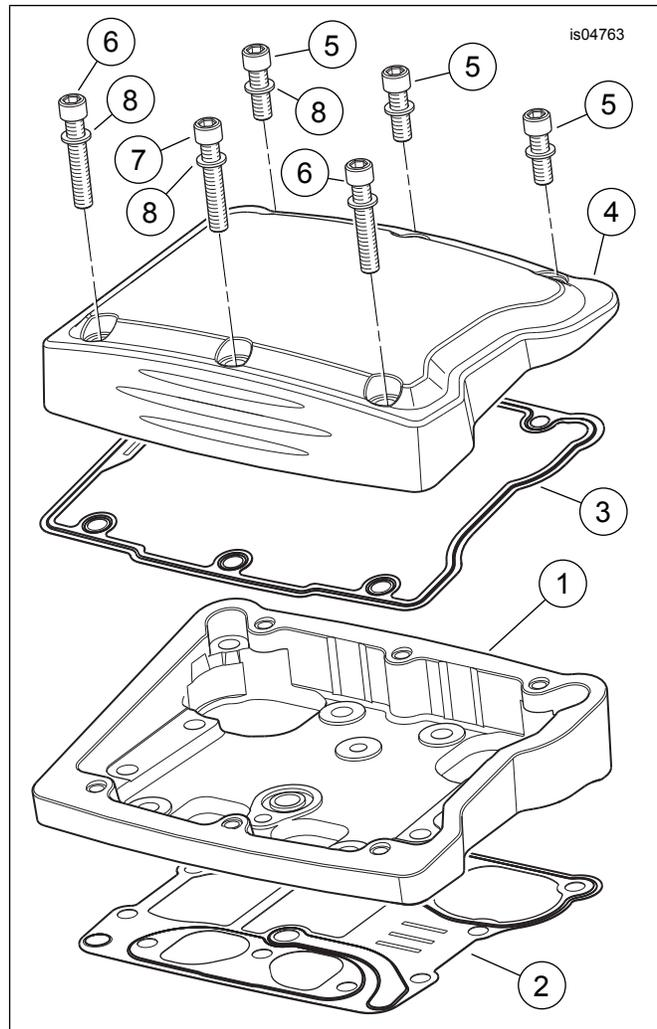

Abbildung 12. Ersatzteile, Geschmiedeter Billet Kipphebelgehäuse-Abdeckungssatz
1. Siehe Abbildung 12. Eine **neue** Kipphebelgehäusedichtung (2) aus dem Satz, auf dem Zylinderkopfflansch einbauen. Die Dichtungen sind identisch aber entsprechend markiert, damit die korrekte Einbauausrichtung für den vorderen oder hinteren Zylinder ersichtlich ist. Überprüfen, ob die Kipphebelgehäusedichtung ordnungsgemäß eingebaut ist, indem nachgeprüft wird, dass der Entlüftungskanal verdeckt ist. Siehe Abbildung 7.
14. Siehe Abbildung 12. Eine neue Kipphebeldeckeldichtung (3) aus dem Satz auf dem Zylinderkopfflansch einbauen. Die Kipphebelgehäuse-Abdeckung (4) in die Einbaustellung bringen. Die Ausnehmung im Kipphebeldeckel auf die Ausnehmung in der Dichtung ausrichten, und die Öffnungen in der Abdeckung auf die in der Dichtung ausrichten.